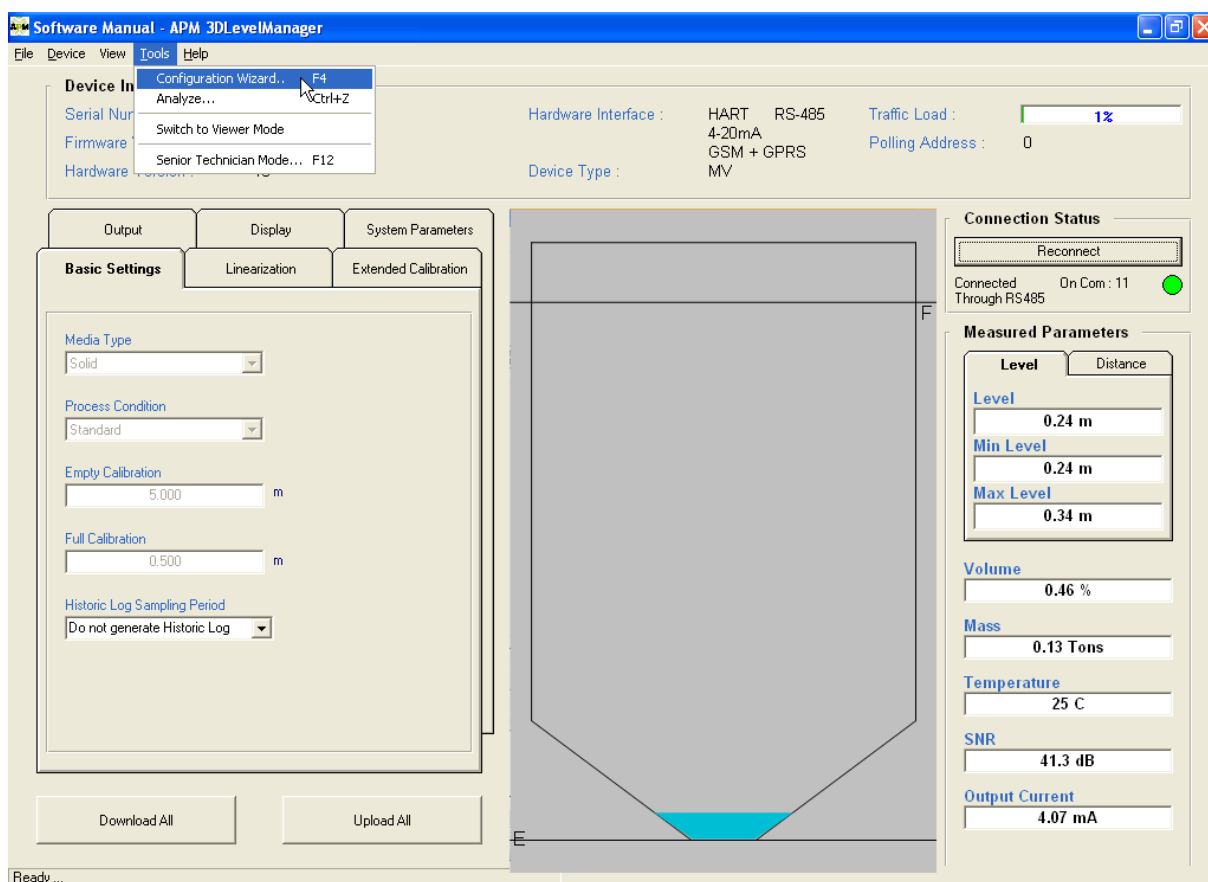

Рисунок 39 Запуск Мастера настройки
1. В главном меню программы выберите последовательно **Tools > Configurations Wizard** (см. Рисунок 39).